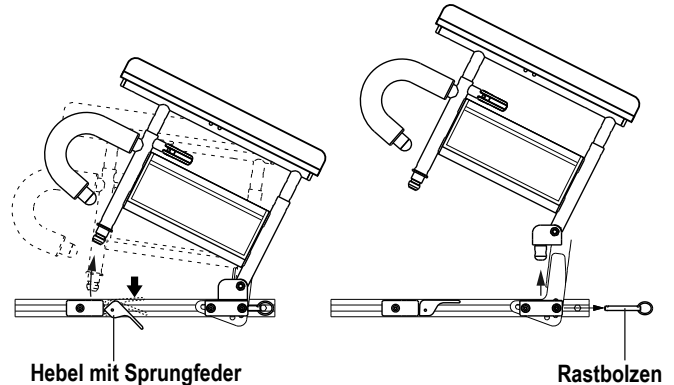

Abbildung 9. Entfernung und Anbringung einer Armlehne mit zwei Stützen
Die Höhe der Zwei-Stangen-Armlehne lässt sich im Bereich von 22,9–33 cm (9–13 Zoll) in Schritten von 2,54 cm (1 Zoll) einstellen. Diese Höhe wird vom obersten Punkt der Sitzschiene bis zum obersten Punkt der Armauflage gemessen. Sie können die Armlehnen für den Transfer auch hochklappen oder sie komplett entfernen. **Siehe Abbildung 9.**
1. Drücken Sie den mit einer Sprungfeder ausgestatteten Hebel nach unten und ziehen Sie den vorderen Teil der Armlehne nach oben. **Siehe Abbildung 9.**
2. Entfernen Sie den Rastbolzen am Ende des Sitzes. **Siehe Abbildung 9.**
1. Stecken Sie das hintere Ende der Armlehne in die dafür vorgesehene hintere Sitzhalterung und bringen Sie den Rastbolzen an. **Siehe Abbildung 9.**